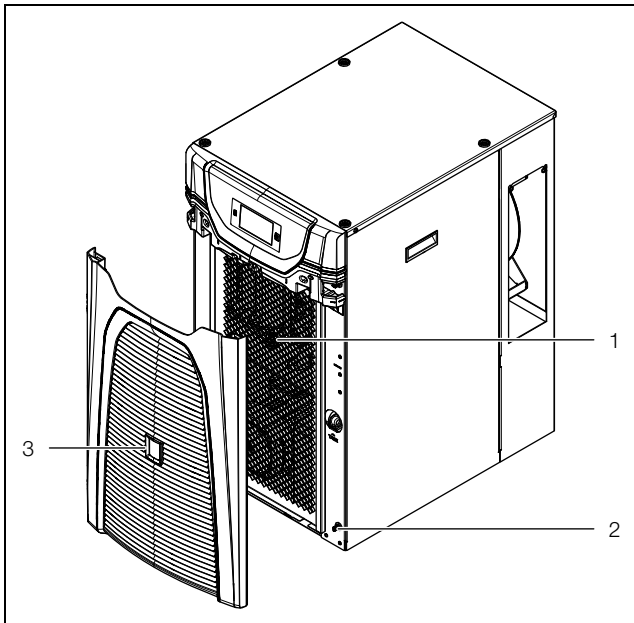

Imagen 14: Extraer la rejilla 3320200 y 3334300
- Extraiga la rejilla (imagen 14, pos. 3) de la parte frontal del chiller de los clips de sujeción (imagen 14, pos. 2) y colóquela en un lugar seguro.